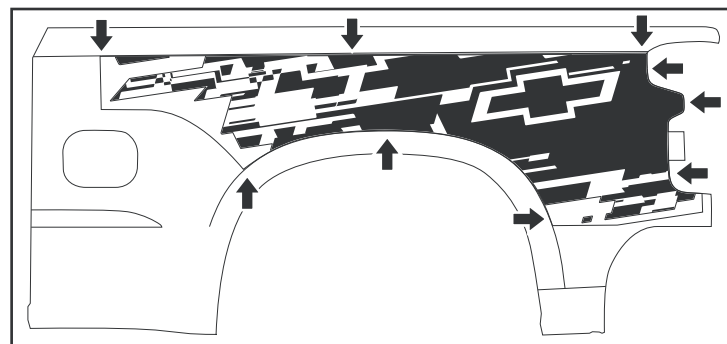

FIGURE 1 (GAUCHE ILLUSTRÉ)
6. Aligner la rallonge de support supérieure avec la ligne de profil supérieure, et les zones arrière inférieures aux lignes de profil du côté de caisse et de l'ouverture de feu arrière (voir la figure 1). Presse légèrement en place les sections de prémasquage de la bande autocollante.